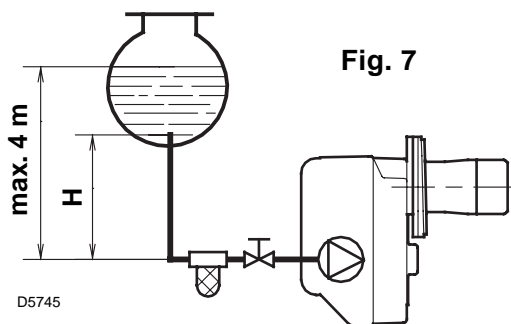
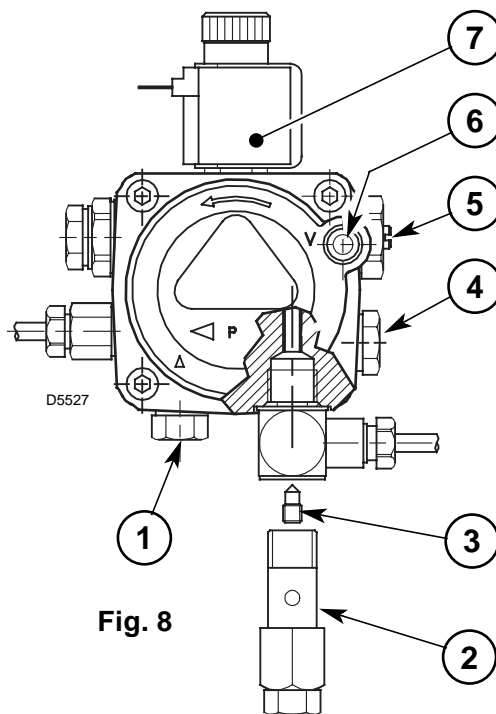

Fig. 7
Fig. 8
- Pumpen er laget for drift med to-rørsystem. Skal pumpen kjøres med ett-rørsystem, må man skru ut pluggen (2), fjerne bypass skruen (3) og så skru tilbake pluggen (2) (se fig. 8).
På system som vist fig. 7, er det tilstrekkelig å løsne pluggen for vakuumeter-tilslutningen (6, fig. 8) og vente til oljen kommer.
Manometeret må monteres i stedet for pluggen (4, fig. 8, side 4).